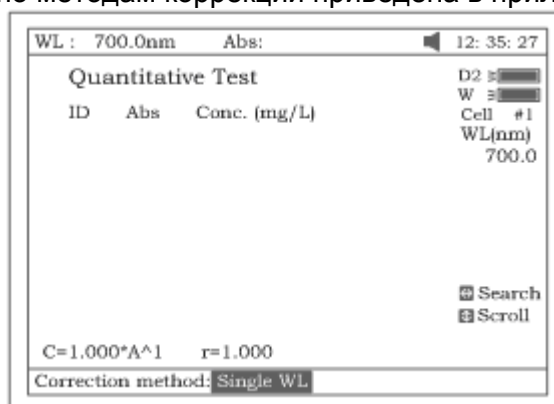

Рисунок 28
2. Нажмите клавишу **[УСТАНОВИТЬ]** для выбора методов коррекции и введите значение длины волны. Имеется три метода коррекции (по одной точке, с использованием изометрической кривой оптической плотности и по трем точкам, см. рис.28).
3. Нажмите клавишу **[F2]** для вывода на экран большего количества элементов для выбора (рис.28).